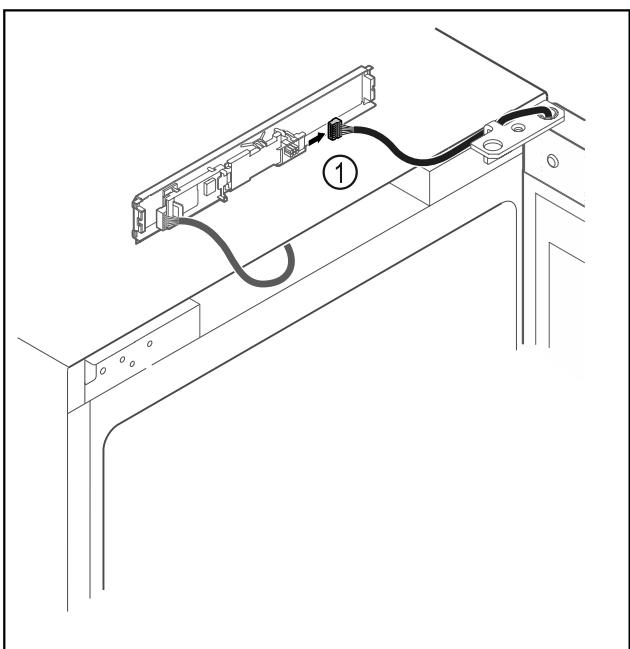

Fig. 19
- Извадете щекера Fig. 19 (1) от платката.